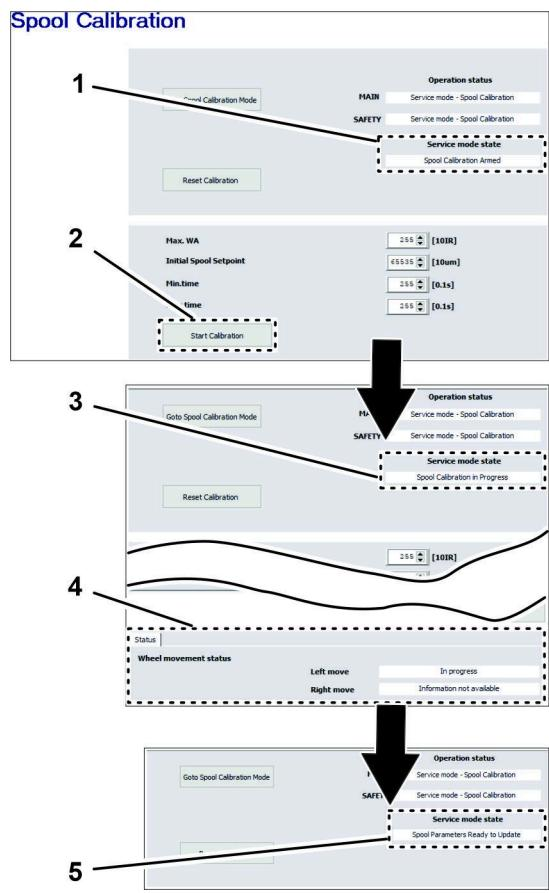

Figura 153
4. Cliquem no ícone START CALIBRATION (Figura 153).